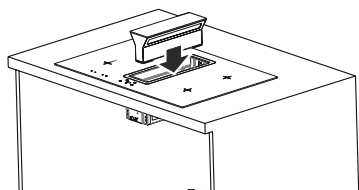

Fig. 13
- 8.** Sæt nu belysnings delen tilbage ind i beholderen ved at trykke den forsigtigt ned. Når den trykkes nok ned vil den blive låst fast. (Fig. 13).